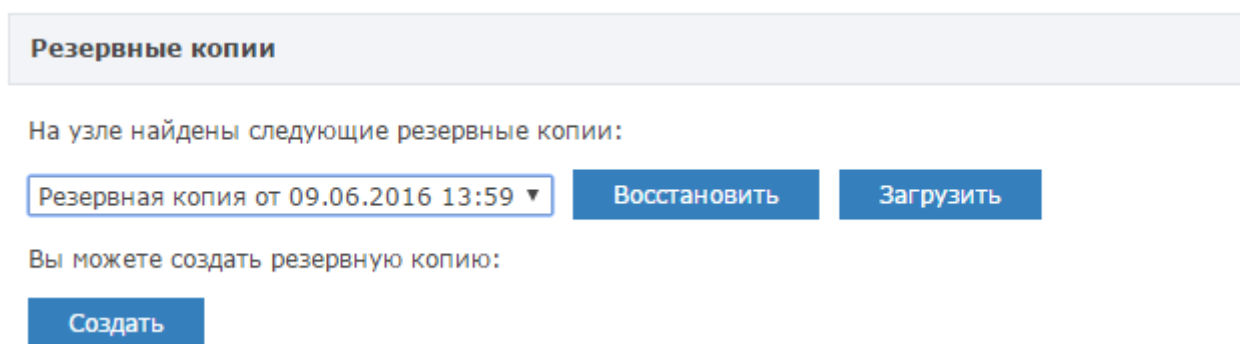

Рисунок 9.17 — Кнопка **Обновление ПО**
2. В блоке **Резервные копии** (рисунок 9.17) нажмите на кнопку **Создать**.